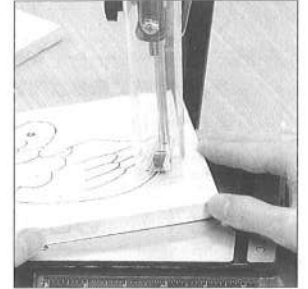

図13
- ①材料の切断部にブレードを通す穴をあけてください。
- ②ブレードの下部をブレード下部支柱に差し込み、材料の穴にブレードを通して上部ブレード支柱に差し込んでください。(図13参照)
- ③その他の調整は、前記セット方法と同じ手順で調整し、切断をしてください。